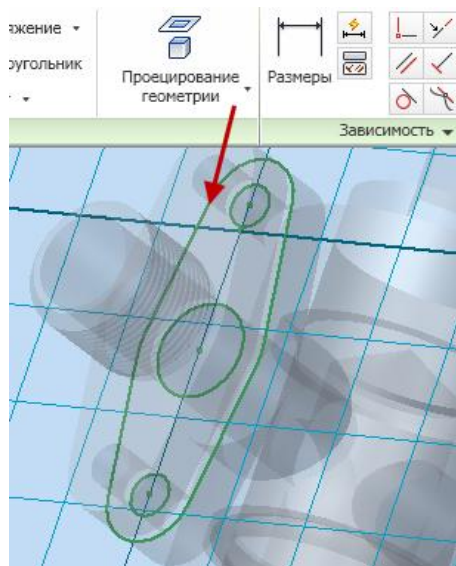

Рис. 3.75. Эскиз прокладки
- Выберите инструмент  **Проецирование геометрии** и укажите на периметр торцевой плоскости корпуса (рис. 3.75).